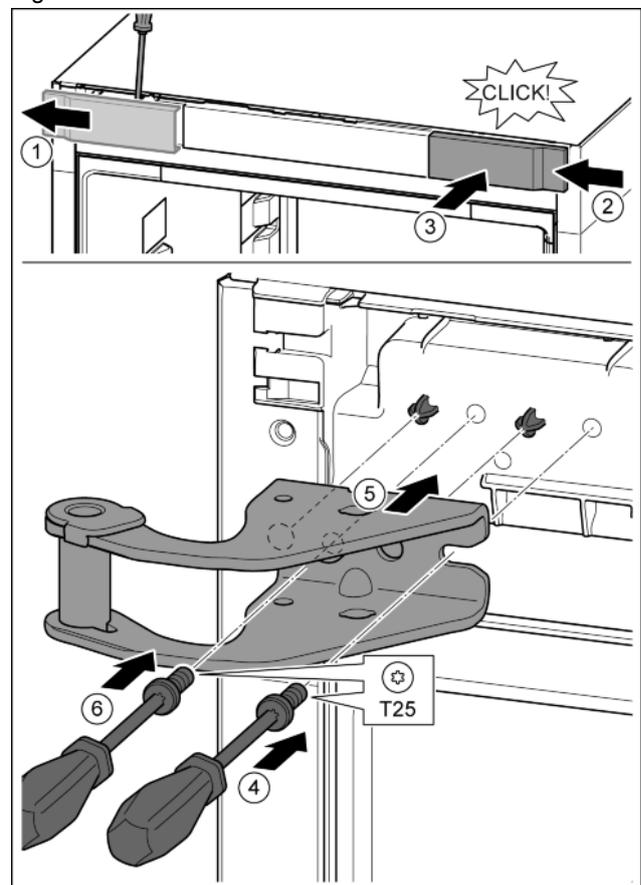

Fig. 14
- ▶ Abdeckung mit Hilfe eines Schraubendrehers lösen und seitlich abnehmen. Fig. 14 (1)
- ▶ Abdeckung um 180° gedreht auf der anderen Seite von rechts einhängen. Fig. 14 (2)
- ▶ Abdeckung einrasten. Fig. 14 (3)
- ▶ Schraube mit Schraubendreher T25 ansetzen. Fig. 14 (4)
- ▶ Oberen Lagerbock ansetzen. Fig. 14 (5)
- ▶ Schraube festdrehen. Fig. 14 (6)
- ▶ Schraube mit Schraubendreher T25 einsetzen und festdrehen. Fig. 14 (6)